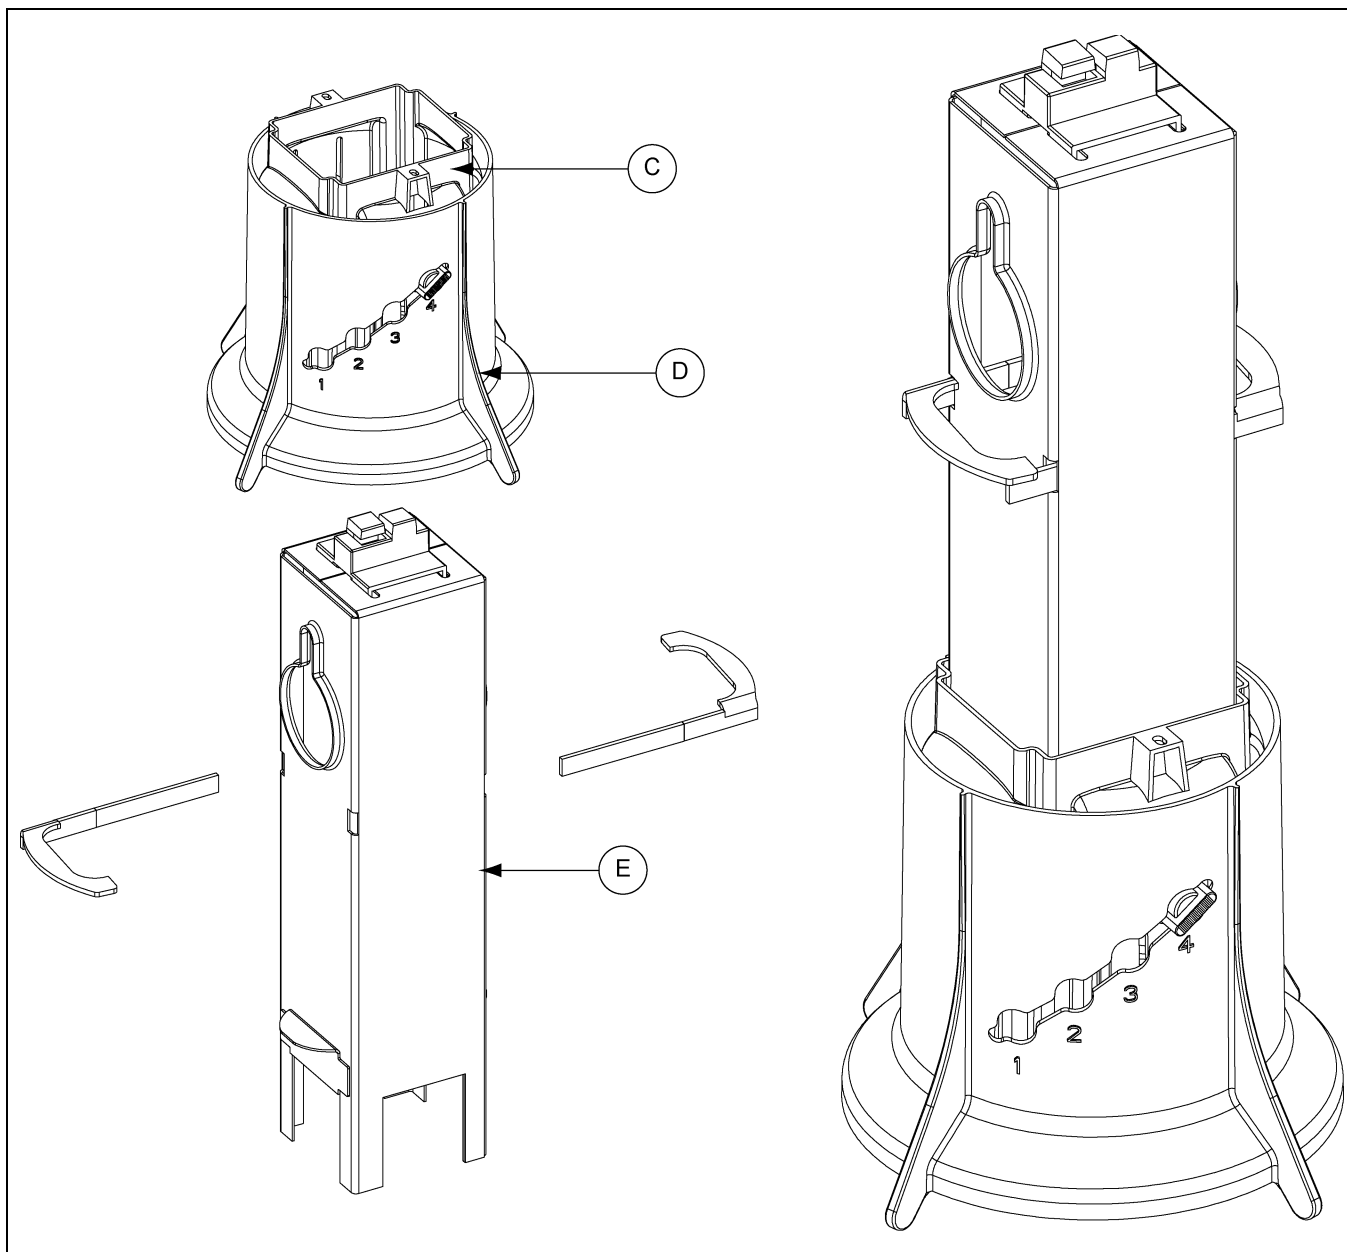

Рисунок 4J
4. Перед установкой опор экрана установите регулятор уровня корма (C) и уровень корма (D) на трубу отвода (E).
5. Установите опоры экрана. *(см. рисунок 4J.)*